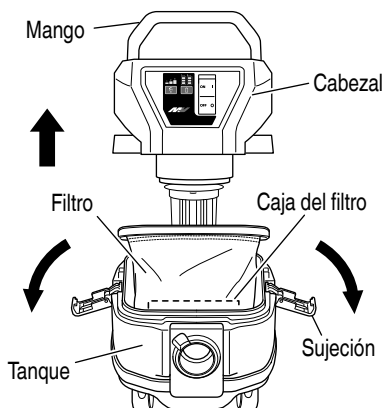
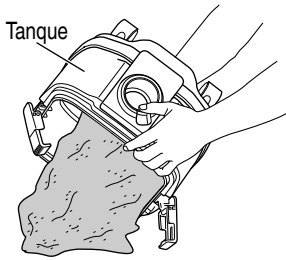

Fig. 20
Fig. 21
- (1) Quite las sujeciones (2 unidades) y levante el mango del cabezal. (Fig. 20)
- (2) Mientras golpea ligeramente el lado interior del filtro varias veces, quite el polvo que se haya adherido al filtro.
- (3) Incline el tanque y vacíe el polvo. (Fig. 21)
- (4) Acople el filtro, la caja del filtro, el cabezal y la sujeción en las posiciones iniciales.